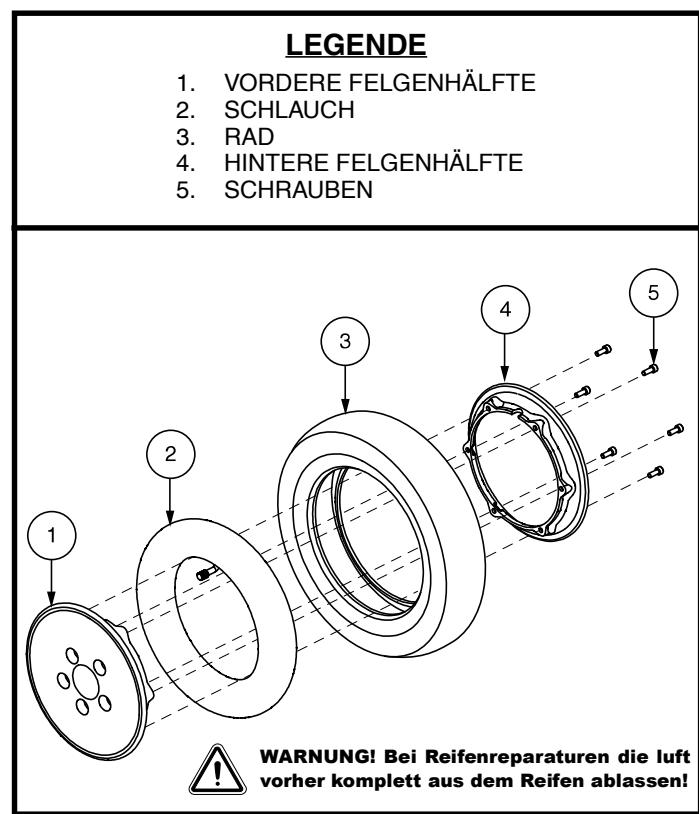

Abb. 28. Zerlegen und Zusammenbauen von Luftreifen
6. Entfernen Sie die Schrauben und trennen die äußere und innere Felge voneinander. Siehe Abb. 28.
2. Sicherung auf Durchbrennen überprüfen. **Siehe Abb. 28.**